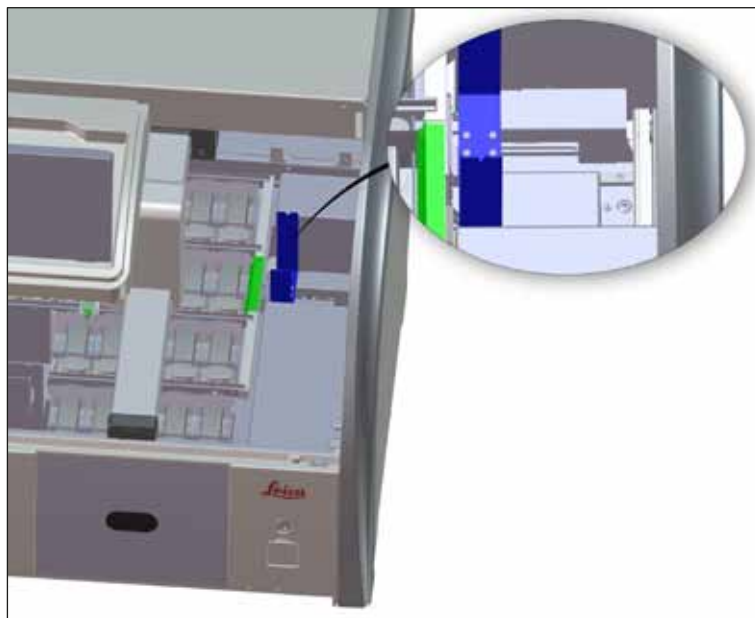

Fig. 96
- Inspeccione la estación de transferencia con regularidad (→ "Fig. 96") en busca de residuos de reactivos y, si fuera necesario, límpiela con un agente de limpieza suave con valor de pH neutro.